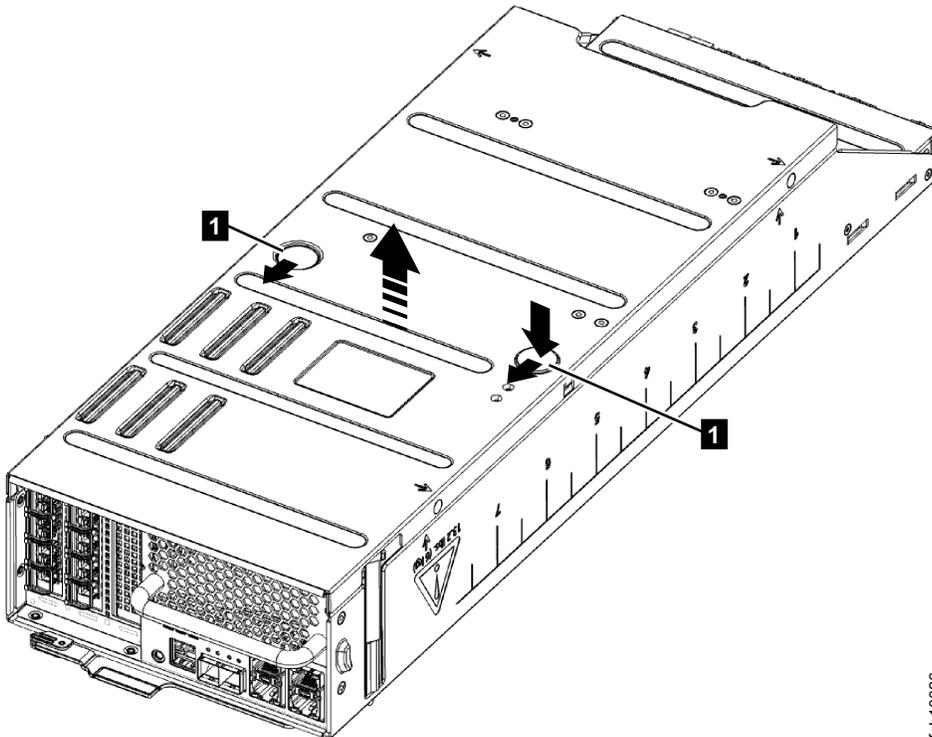

図 21. キャニスター・カバーの交換
2. 図 21 に示されているように、ふたにある凹んだ青色のタッチ・ポイントを押し下げてキャニスターのカバーを開き、奥に向けてふたをスライドさせます。